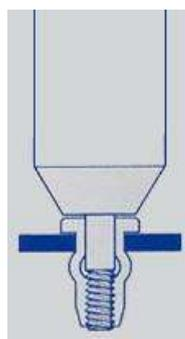

Fig.3
7. Atornillar firmemente sin sobrepasar el par de apriete indicado en la tabla del apartado 6 (Fig. 3).